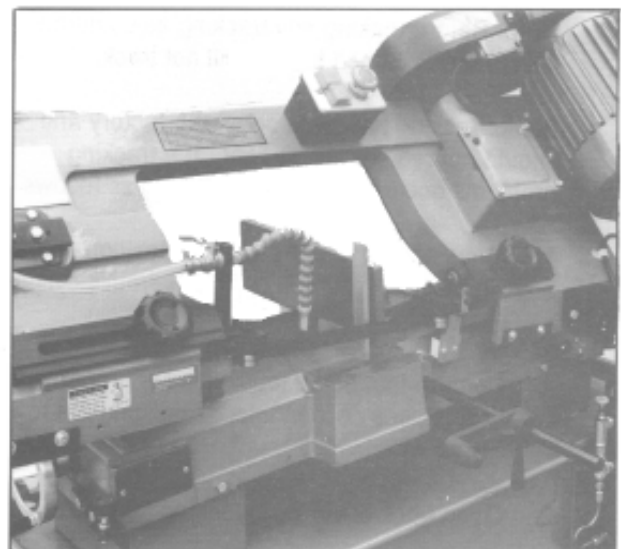

Fig. 11
2. Benützen Sie zur Kontrolle einen Winkel wie bei Fig. 11 beschrieben.
3. Ist eine Korrektur nötig, die Schrauben (A, Fig 11) lösen und die Bandführungshalter so richten, bis das Band in der richtigen Parallelität zum Tisch steht.
4. Schrauben anziehen (A).